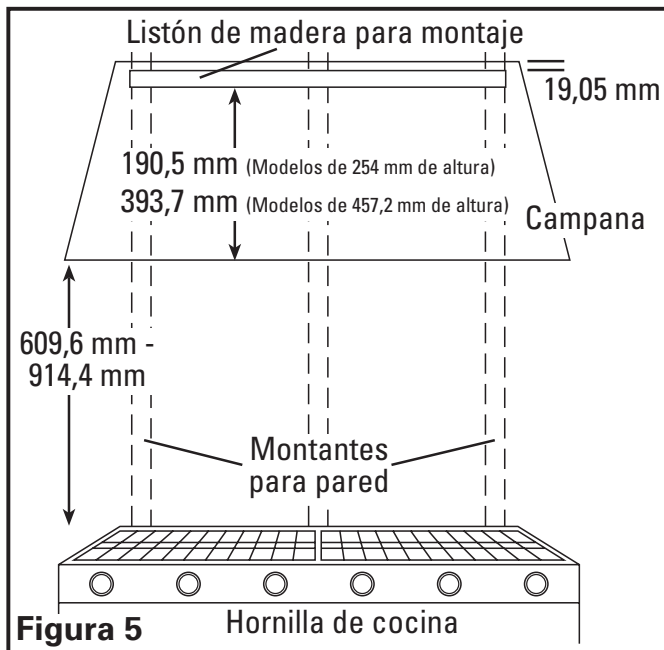

Figura 5
1. Mida y marque una línea de nivel en la pared encima de las hornillas de la cocina para el listón de madera para montaje incluido. La altura del listón para montaje dependerá de su instalación específica y debe estar a 19,05 mm por encima de la parte superior de la altura de la bóveda de la campana (Figura 5).